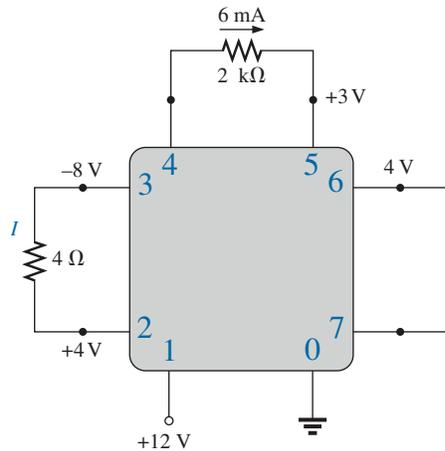

FIG. A4.124
- *41. Para el circuito integrado de la figura A4.124, determine $V_0, V_4, V_7, V_{10}, V_{23}, V_{30}, V_{67}, V_{56}, e I$ (magnitud y dirección).